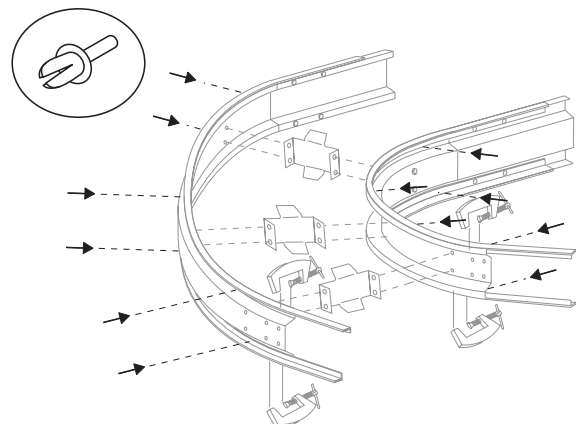

図10
隣り合ったウェアストリップの端は図10に示されているように60度の角度でトリミングします。この角度と、この角度を切断する方向(以下で説明します)によって、チェーンの動きはウェアストリップのジョイント部分でなめらかになります。
6. カーブ全体において、1つの穴にはウェアストリップ・リベット1つを取り付けます。ウェアストリップに必要な穴(13/64インチ[5.5mm]ドリル・ビット)をドリルで開け、ウェアストリップ・リベットを取り付けます。図10を参照してください。すべてのリベットを取り付けたら締め付け装置を取り外します。